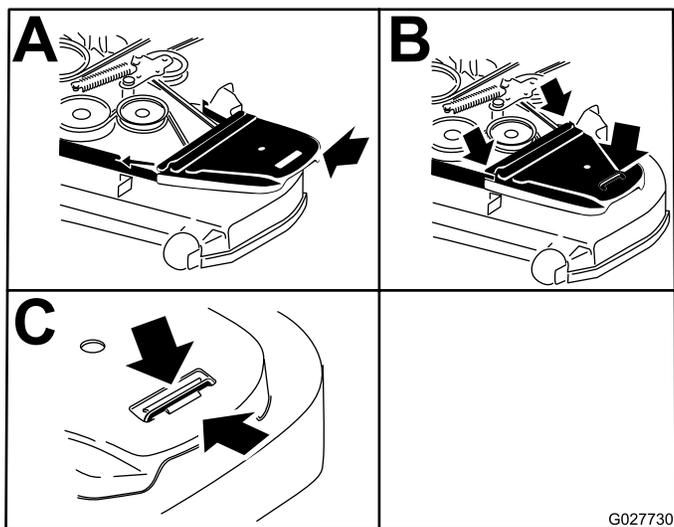

Рисунок 92
14. Установите крышки ремней (Рисунок 92).